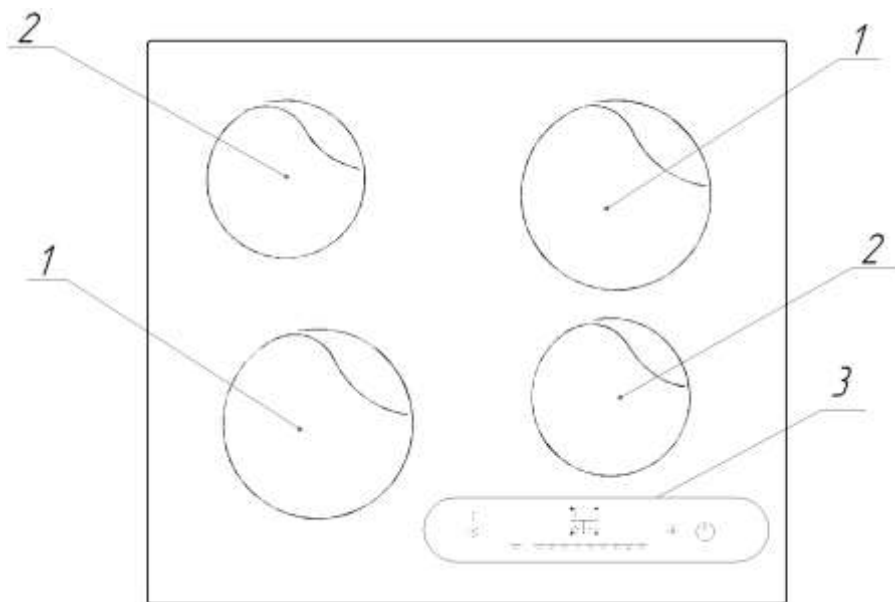

Рис. 4. Устройство варочной панели ПЭВ 45 С.
Расположение и назначение элементов варочной панели показано на Рис. 4. Символы на панели показаны условно.
На стеклокерамической поверхности (см. Рис. 4) расположены четыре зоны нагрева различного диаметра (1 – зона нагрева Ø180 мм и 2 – зона нагрева Ø140 мм), температура нагрева которых регулируется при помощи панели управления (3).